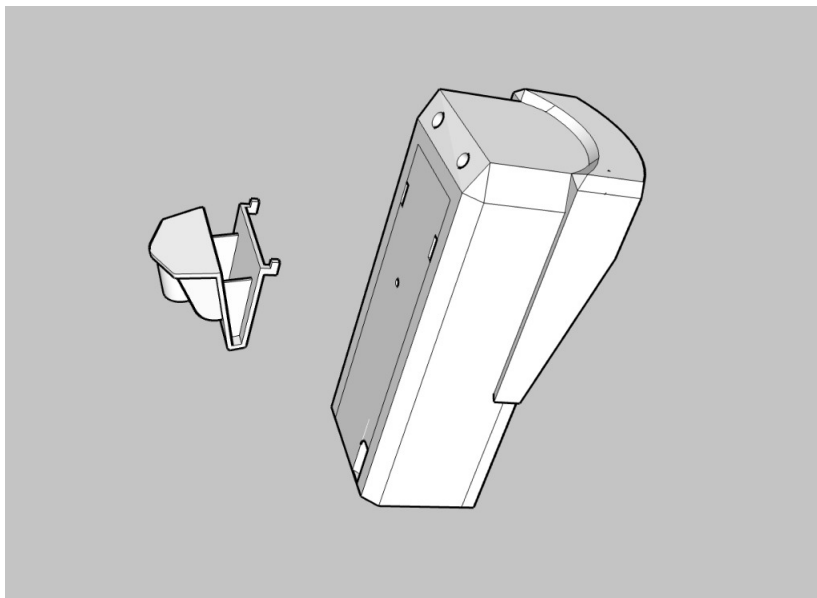

Figura 12: Encaixe do suporte ao sensor
- 2) Após a fixação da base, escolha o suporte mais adequado para o ambiente de instalação. Para ambientes menores recomenda-se a utilização do suporte angulado (3). Para ambientes abertos ou com circulação de animais domésticos, utilize o suporte reto (2). Aproveite para configurar a sensibilidade conforme a Seção 5 antes de conectar o suporte. O encaixe é realizado conforme ilustrado na Figura 12.